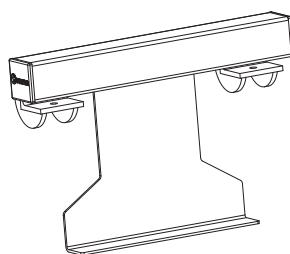
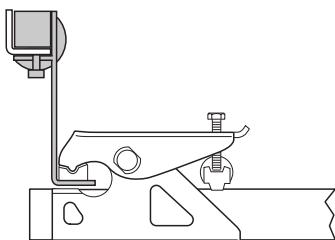

Fig. 22
Fig. 23
- Para el chasis Eriba Touring Troll, el juego adaptador Eriba Touring Troll es absolutamente imprescindible (Fig. 22) (Fig. 23).